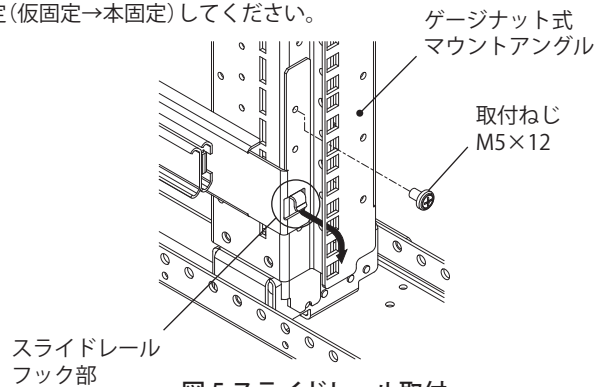

図 5 スライドレール取付
2. 前後のケジナット式マウントアングルの間隔に併せ、スライドレールの長さを調整しながら(調整範囲：700～850mm)スライドレールのフック部を前後左右同じ高さになるように引っ掛けてください。その後、スライドレールの長さ調整用ねじを締め、取付ねじ M5×12 にて前後を仮固定してください。(図 5)